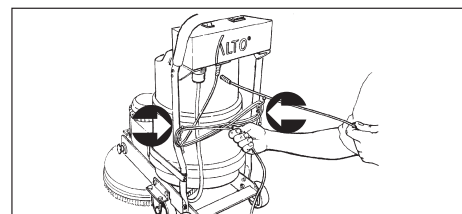

Figura 11
9. Enrolle el cable de la aspiradora alrededor de las abrazaderas ubicadas en la parte posterior de la manija. Deje holgura suficiente en el cable para poder enchufarlo en la caja eléctrica. Gire el interruptor de la aspiradora a la posición "ON" (encendido). El interruptor de la aspiradora se debe mantener en la posición "ON". (Consulte la Figura 11 más abajo)